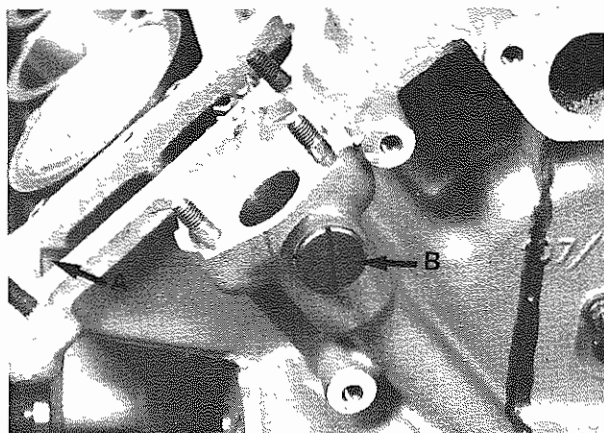
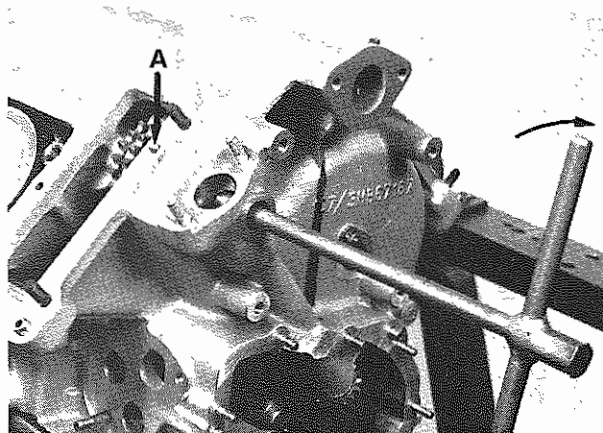

Fig. 82 - A) Pattino guidacatena - B) Tappo
Fig. 83 - Estrattore n. 12 - A) Vite
- Allentare il tappo di **Fig. 82**, rimuovere la guarnizione ed inserire l'estrattore n. 12 (in assenza è sufficiente una vite Ø 8) sull'albero galoppino (**Fig. 83**).
- Ruotare in senso orario l'estrattore fino all'espulsione della spina di arresto laterale A (**Fig. 82**). Sfilare l'alberino e togliere l'ingranaggio. Verificare l'usura del cuscinetto.
- Smontare il pattino guida catena (**Fig. 82**).
- Loosen plug of **Fig. 82**, remove the gasket and fit puller No. 12 (if not available, a Ø 8 screw is sufficient) on the guide gear shaft (**Fig. 83**).
- Rotate the puller clockwise till the ejection of side retaining pin A (**Fig. 82**). Withdraw the shaft and remove the gear. Check bearing wear.
- Disassemble chain guide pad (**Fig. 82**).